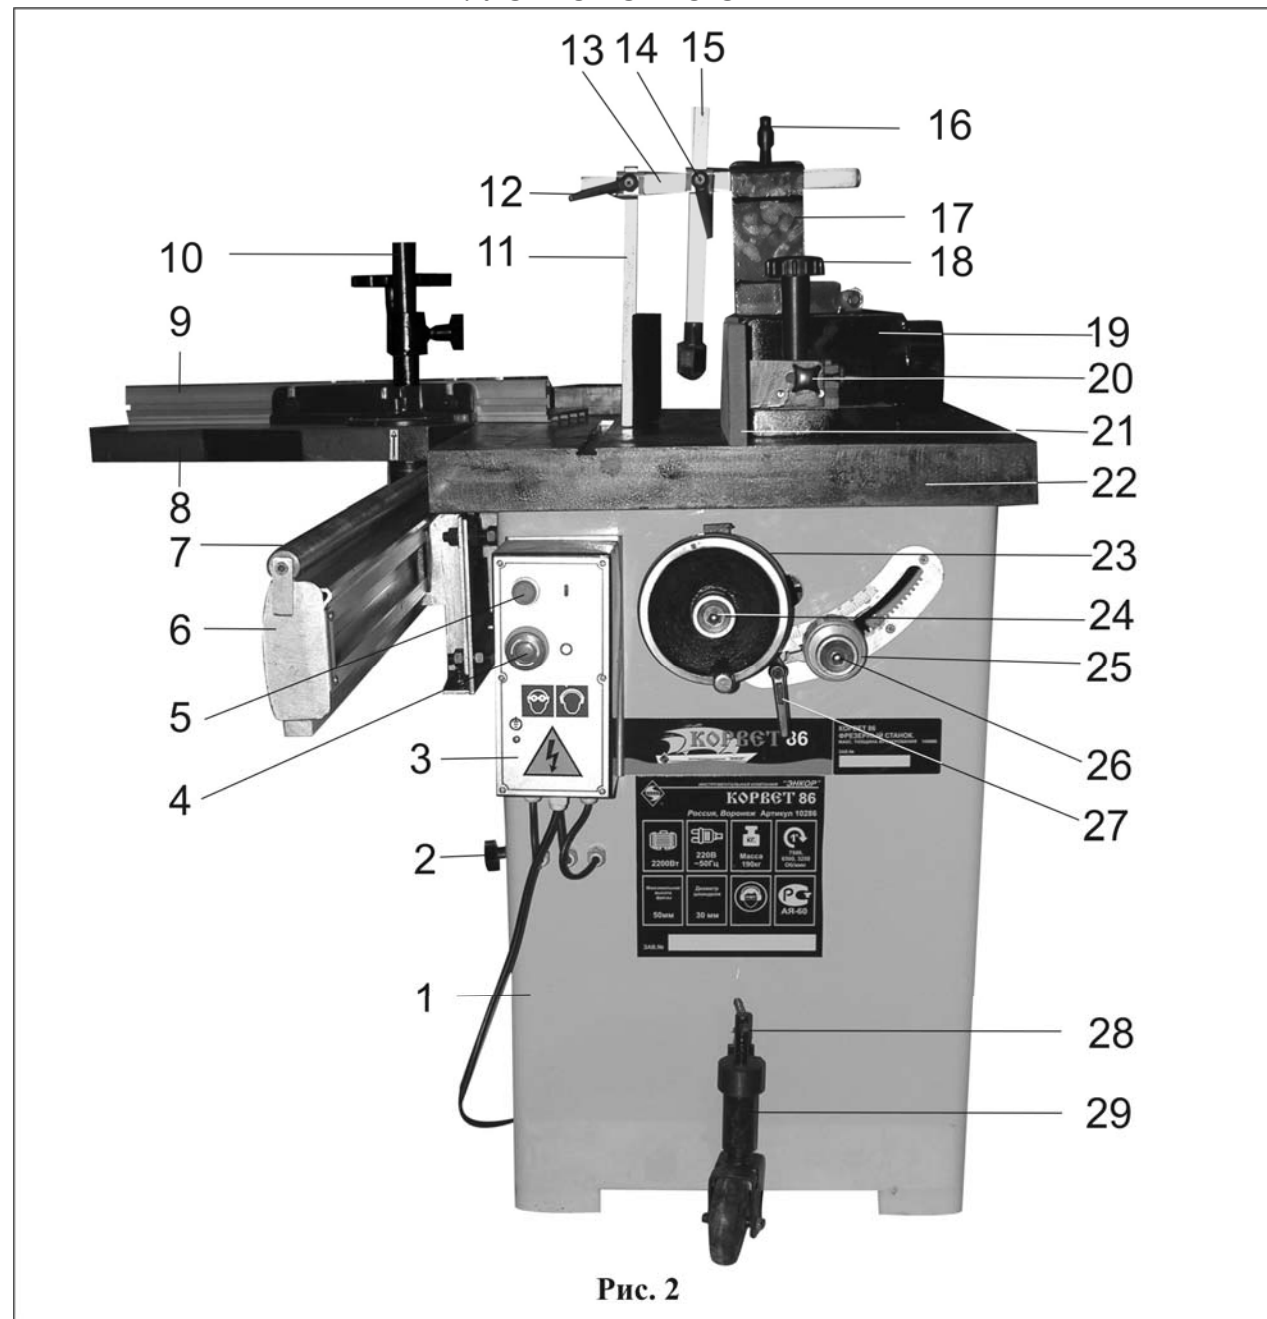

Рис. 2
- замкнуть контакты выключателя SQ1, для чего ручкой (27) разблокировать шпиндель станка Рис.2;
- замкнуть контакты выключателя SQ2, для чего закрыть дверцу основания (1) станка Рис.2;
- красную кнопку «выкл.» (4), поворотом по часовой стрелке, установить в выдвинутом положении Рис.2;
- нажать на зеленую кнопку SB2 (5) подается напряжение на магнитный пускатель КН, замыкаются контакты КМ, подается напряжение на двигатель 1М.
- разомкнуть контакты SB1 нажатием красной кнопки «выкл.» (4) Рис.2;
7.1. Станок состоит из следующих сборочных единиц и деталей (Рис.2)
8.1. Монтаж и перемещение фрезерного станка (Рис.2,3,4,5)
8.2. Установка подвижного стола (Рис.2,6)
8.3. Установка фрезерных головок или насадных фрез (Рис.2,7,8)
8.4. Установка и регулировка оборудования для криволинейного фрезерования (Рис.2,9,10,11)